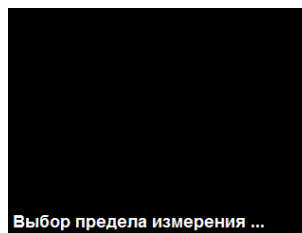

Рисунок 2.10. Сообщение об автоматическом определении предела измерения
- «Автоматическое» – при выборе этой настройки предел измерения выбирается автоматически на основе тестовых измерений в начале каждой серии измерений. Тестовые измерения осуществляются следующим образом: устанавливается самый грубый предел измерения, производится измерение, если найден синусоидальный сигнал, то определяется его амплитуда и на этом основании устанавливается необходимый предел измерения. Если сигнал не найден, устанавливается более чувствительный предел измерения и операция повторяется. Следует отметить, что при использовании ручного режима выбора предела измерения после включения прибора всегда устанавливается самый грубый предел, поэтому в начале измерений необходимо выбирать соответствующий предел. В процессе тестовых измерений будет отображаться сообщение об определении предела измерения (см. рисунок 2.10).